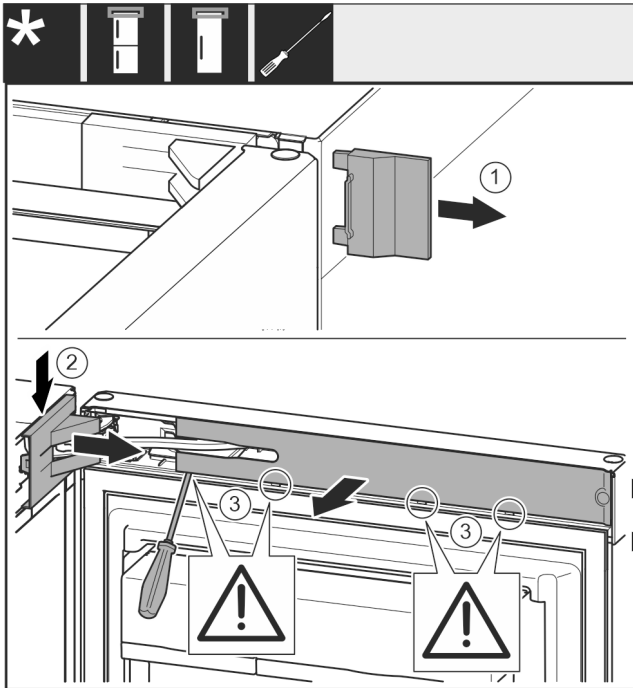

Fig. 8
- Poista ulompi suojus. Fig. 8 (1)
- Vapauta laakeripukin suojus lukituksesta ja irrota se. Poista laakeripukin suojus. Fig. 8 (2)
- Avaa paneelin ruuvit uraruuvimeisselillä ja käännä paneeli sivuun. Fig. 8 (3)